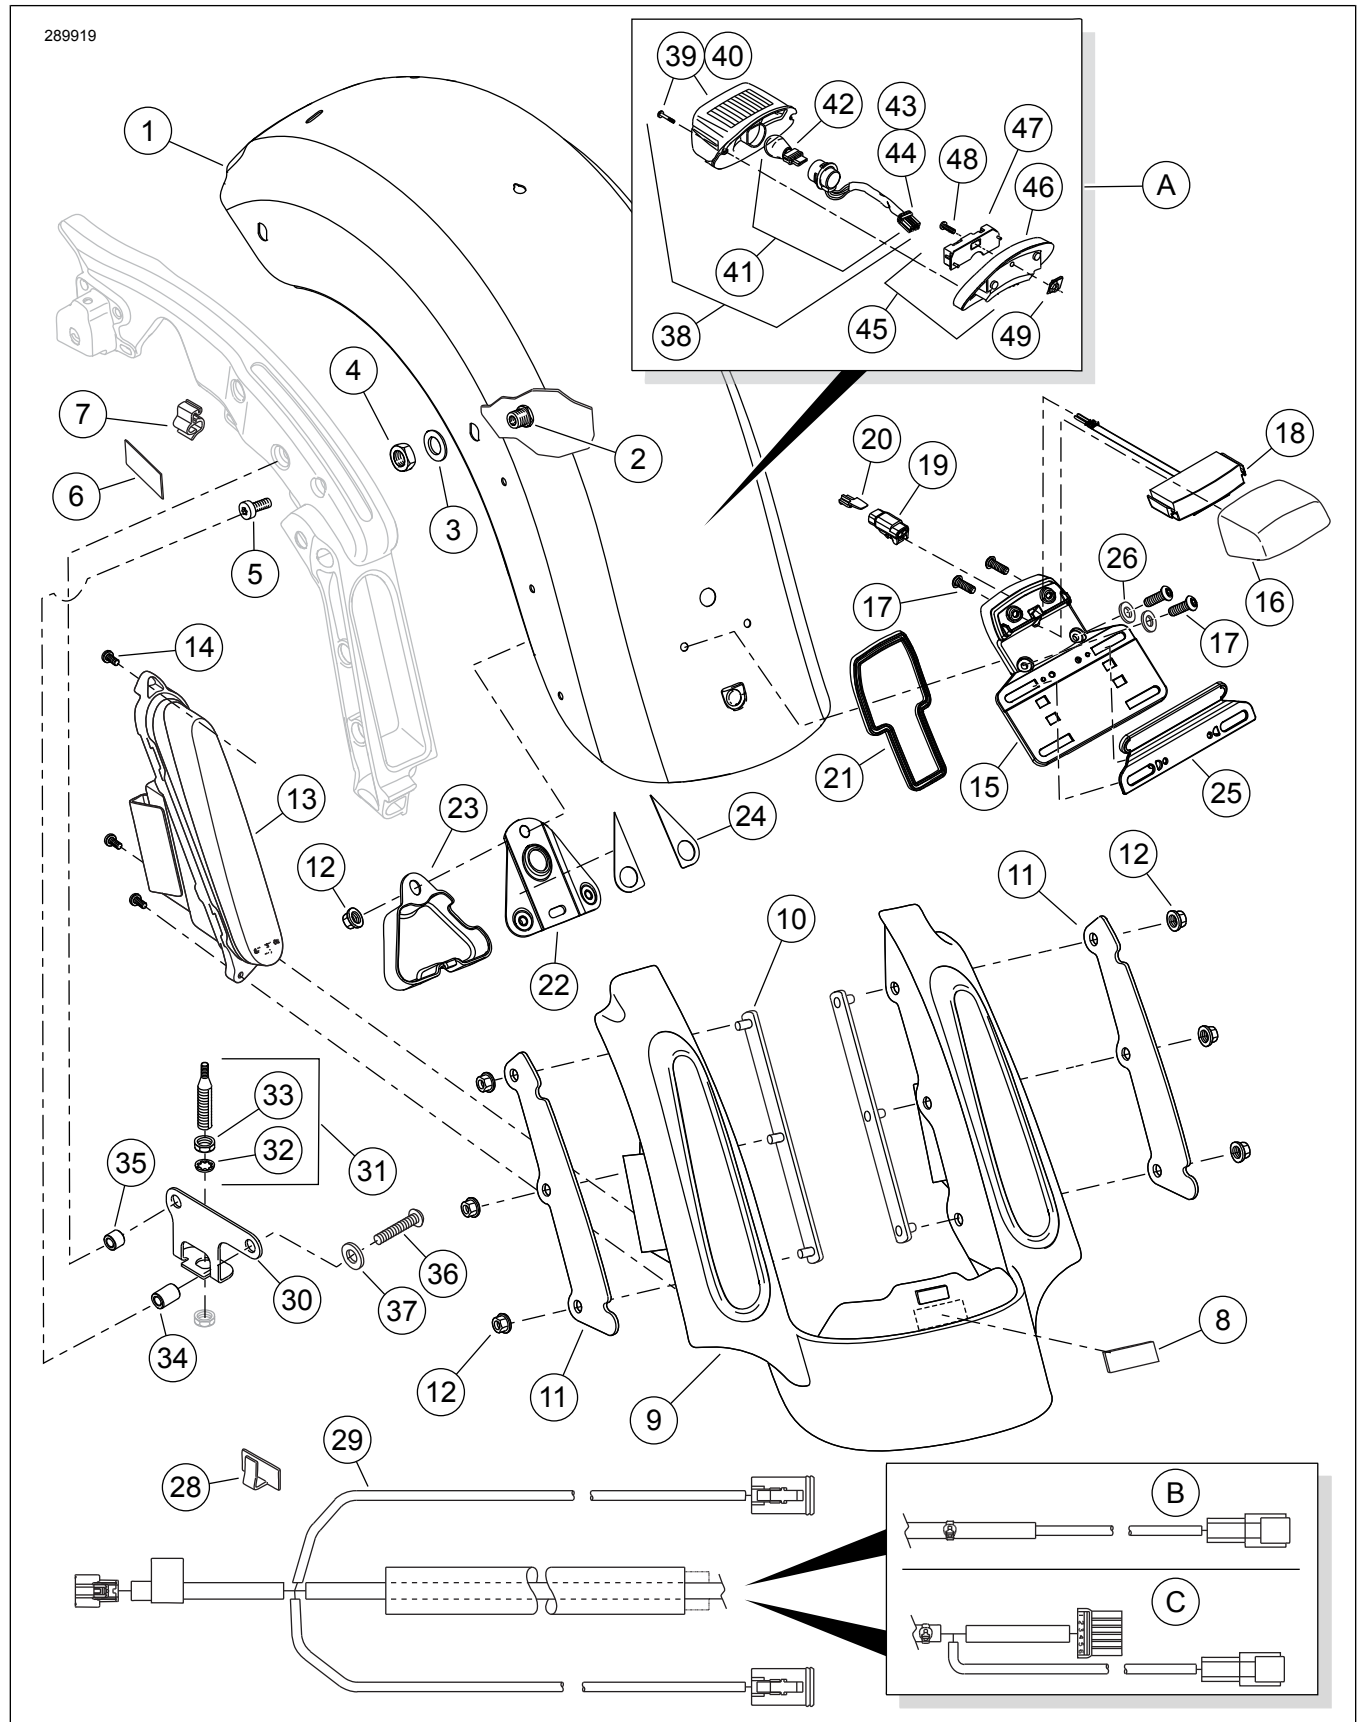

Figura 5. Piezas de servicio, kits de guardabarros traseros de estilo CVO FL Touring
1. Vea la Figura 5. Desconecte el cable de la antena del conjunto de la base de la antena.
7. Vea la Figura 5. Coloque la **nueva** pieza de soporte de la antena (30) cerca de los soportes del guardabarros y sujete la pieza de soporte a los soportes del guardabarros:
- a. Arme la arandela delgada (37) en las roscas del tornillo.
- b. Instale los tornillos (36) y las arandelas (37) a través de la pieza de soporte de la antena desde la parte trasera.
- c. Vea la Figura 5. Deslice los espaciadores (34 y 35) en las roscas que se extienden a través de la pieza de soporte. Anote las longitudes del espaciador.
2. Vea la Figura 5. Obtenga cuatro tornillos de montaje del guardabarros (5) de 5/16-18 x 25,4 mm (1 pulg.) largo del kit.
17. Vea la Figura 5. Utilice una presilla (7) del kit para sujetar una pata del arnés a una ranura de presilla en la parte inferior de cada soporte de la alforja.